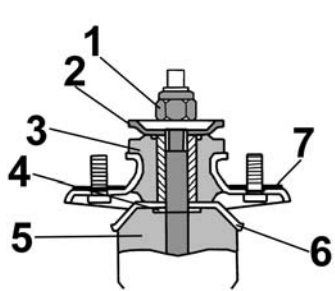

Fig 8
- **Fig. 8** Anbauteile entnehmen.
- **Fig. 8** Enlever les composants.
- **Fig. 8** Retirar las piezas adicionales.